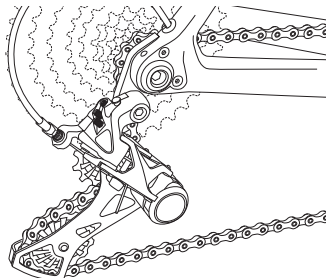

Fig.3
- Placez le dérailleur arrière sur le petit pignon (Fig. 3).